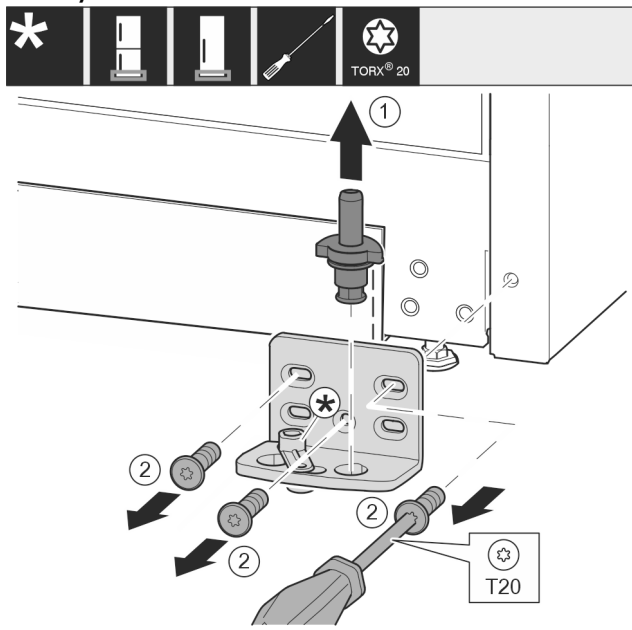

Fig. 10
- Ložiskový čap vyťahnite úplne nahor. Fig. 10 (1)
- Skrutky vyskrutkujte skrutkovačom T20 a odnímate ložiskovú konzolu. Fig. 10 (2)